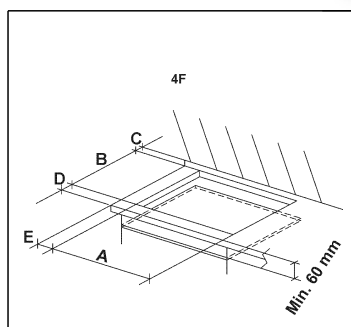
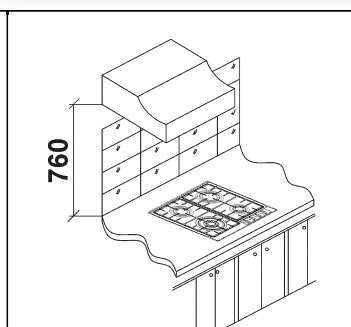

Рис. 7
Рис. 8
Размеры отверстия в верхней части модульного шкафа для встраивания варочной панели приведены на рис. 7. Кроме того, абсолютно необходимо выдержать размеры пространства над панелью (рис. 8).
- Во избежание случайного соприкосновения с горячей нижней поверхностью варочной панели во время проведения работ, необходимо на минимальном расстоянии 60 мм от верха притянуть винтами деревянную прокладку (рис. 7).